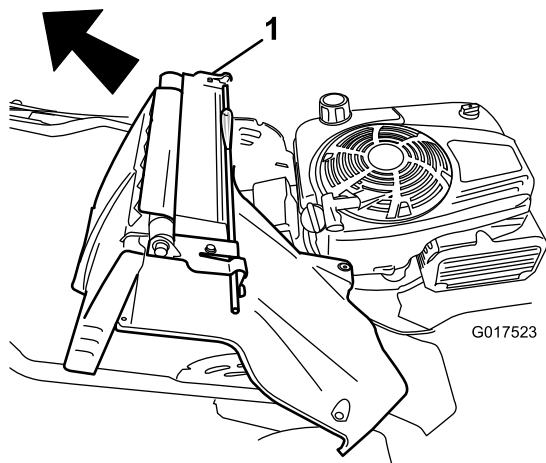

Figure 36
7. Déposez l'ensemble déflecteur arrière et levier de verrouillage du guidon (Figure 36).